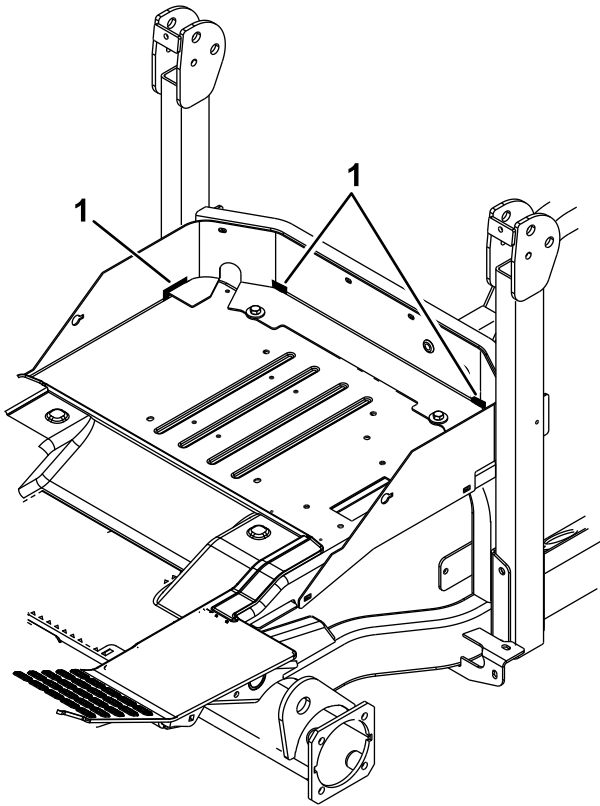

Figure 7
1. Avec du mastic RTV noir, calfeutrez les ouvertures existantes des deux côtés aux emplacements indiqués indiquées à la Figure 7.